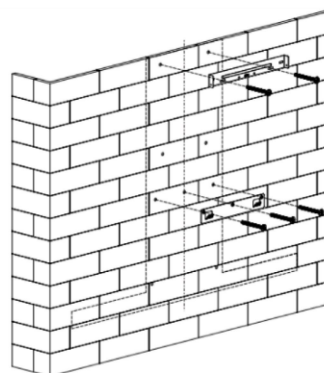

Figura 4
3. Después de confirmar la altura de instalación de la campana extractora, taladre orificios de 9 $\phi 8$ para el gancho, el soporte interior de la chimenea, el soporte exterior de la chimenea y los orificios de seguridad y, a continuación, inserte los tacos en los orificios. Consulte las figuras 2 y 3. Fije el gancho y el soporte interior de la chimenea en la pared con tornillos ST4*40 mm. Consulte la figura 4.